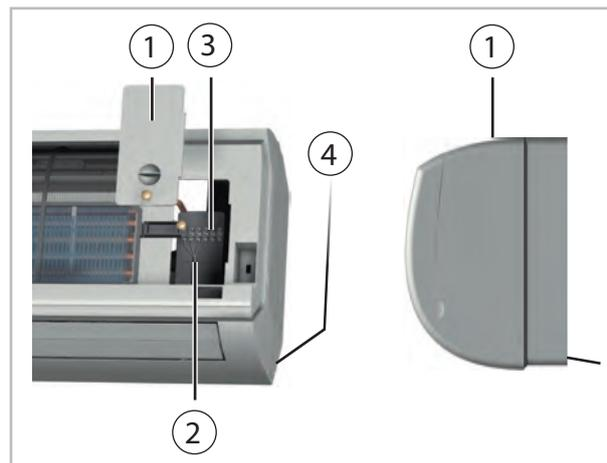

Abb. 36: Anschluss des Innengeräts
2. ➤ Lösen Sie die Abdeckungen auf der rechten Seite (Abb. 36).
3. ➤ Klemmen Sie die bauseits verlegte Steuerleitung an den Klemmen an (Abb. 36).